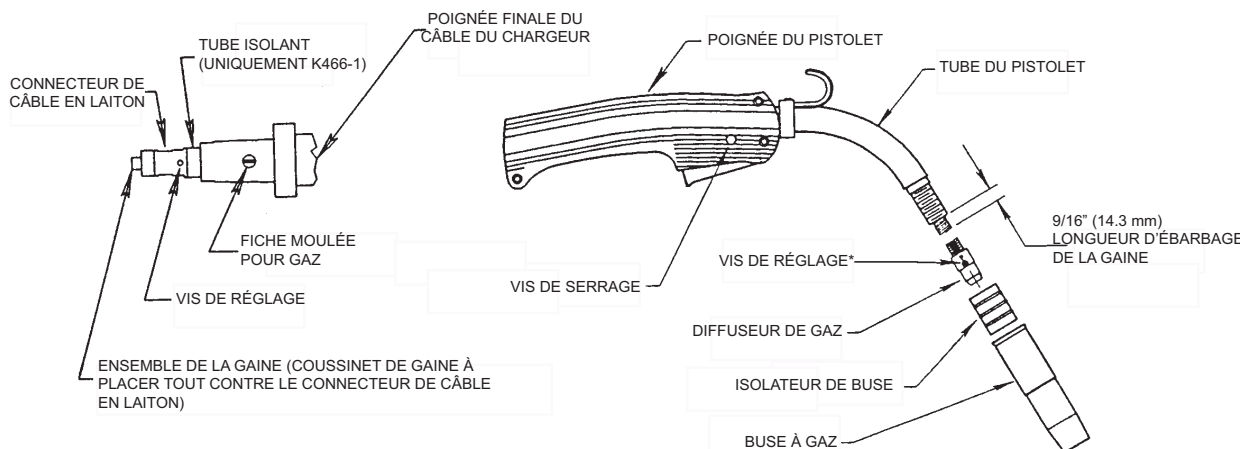

Figure 1
- a. Retirer le connecteur de câble en laiton et le tube isolant (voir la Figure 1) du kit K466-1. Faire glisser le tube isolant sur le connecteur depuis l'extrémité filetée et le visser sur l'extrémité pour chargeur du câble du pistolet. Serrer la connexion au moyen de la clef fournie.
- a. Retirer le connecteur de câble en laiton (voir la Figure 1) du kit K466-2 et le visser sur l'extrémité chargeur du câble du pistolet. Serrer la connexion au moyen de la clef fournie.
- a. Retirer le connecteur de câble en laiton (voir la Figure 1) du kit K466-3 et le visser sur l'extrémité chargeur du câble du pistolet. Serrer la connexion au moyen de la clef fournie.
- a. Retirer le connecteur de câble en laiton (voir la Figure 1) du kit K466-4 et le visser sur l'extrémité chargeur du câble du pistolet. Serrer la connexion au moyen de la clef fournie.
- Retirer le connecteur de câble en laiton (voir la Figure 1) du kit K466-3 et le visser sur l'extrémité du chargeur du câble du pistolet. Serrer la connexion au moyen de la clef fournie.
- Vérifier que le câble soit bien droit et ébarber la gaine à la longueur indiquée sur la Figure 1 (la clef fournie avec le kit de connexion comporte une jauge pour calibrer la longueur de coupe sur des tubes de pistolet de 300 et 400 amp.). Retirer les bavures de l'extrémité de la gaine.